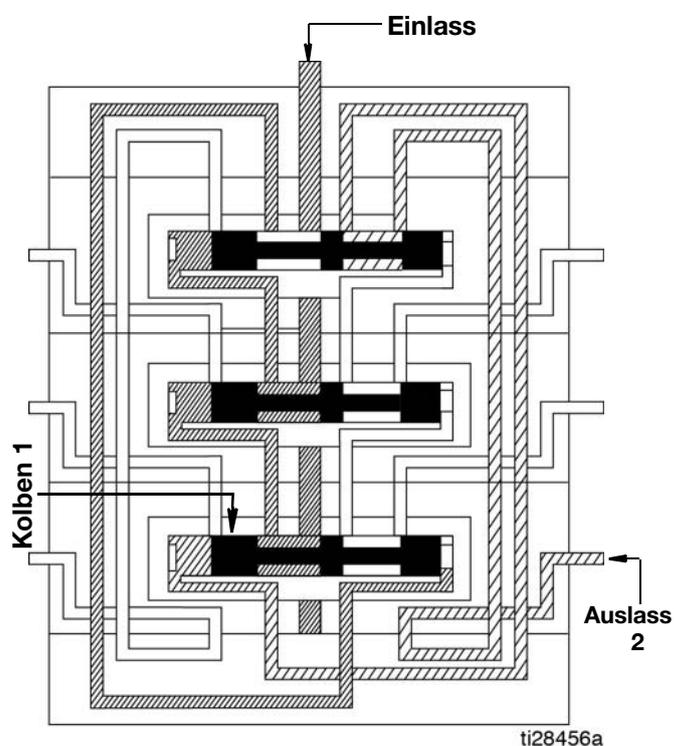

ABB. 13
2. Kolben 1 öffnet sich und fördert Schmiermittel zu Ausgang 2 (ABB. 13).